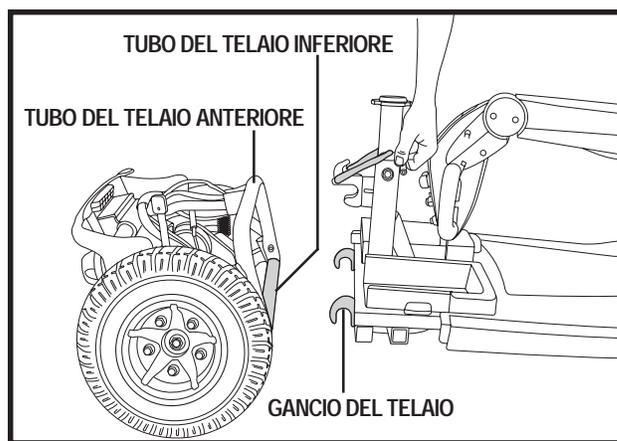

Figura 26 Separazione del telaio
3. Separare lentamente le due parti. Vedere figura 26.
1. Posizionare sezione posteriore e sezione anteriore dello scooter come da figura 26.